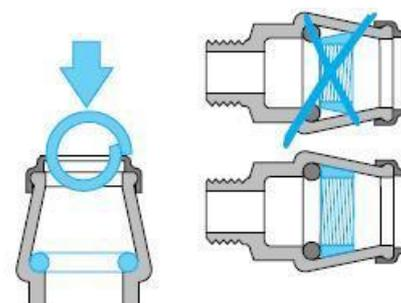

Figura 7
2. Inserire un nuovo anello di bloccaggio nel manicotto (v. Figura 7)